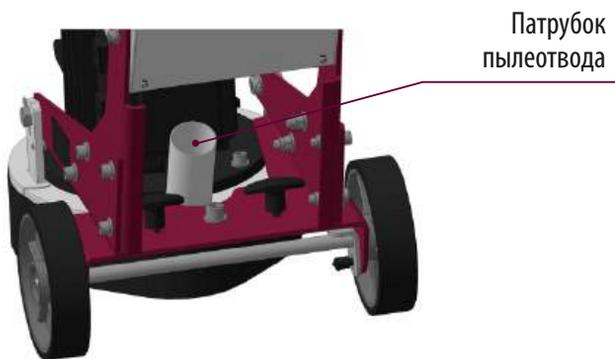

Рис. 5 Подсоединение пылесоса
- Шланг пылесоса одевается на патрубок для отвода пыли, расположенный на рабочей части машины (Рис. 5).